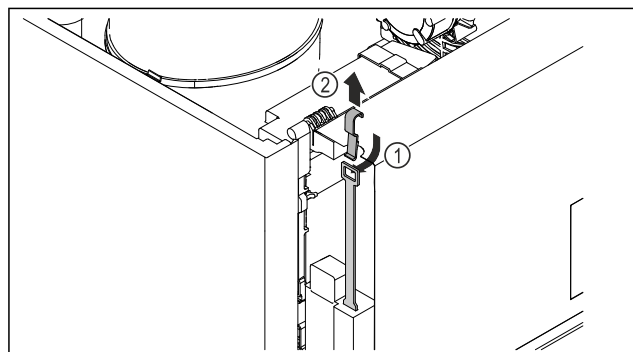

Fig. 244
- Εισαγάγετε το κλειδί έκτακτης ανάγκης από επάνω Fig. 244 (1), αγκιστρώστε το στην κλειδαριά και τραβήξτε το προς τα επάνω Fig. 244 (2).